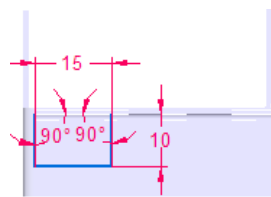

图 5.8.15 编辑草图
(4) 定义弯边尺寸。单击“轮廓步骤”按钮, 编辑草图尺寸如图 5.8.15 所示, 单击按钮, 退出草图绘制环境。